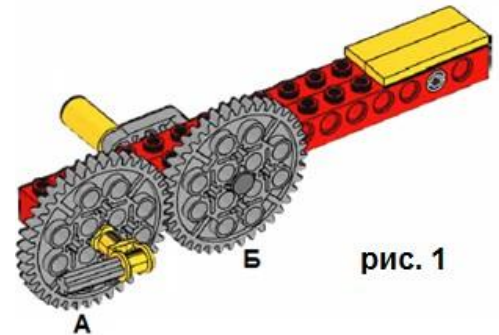

рис. 1
Рассмотрите механизм на рис.1 и ответьте на вопросы:
1) Какая модель на рис. 1 будет испытывать наибольшую силу трения?